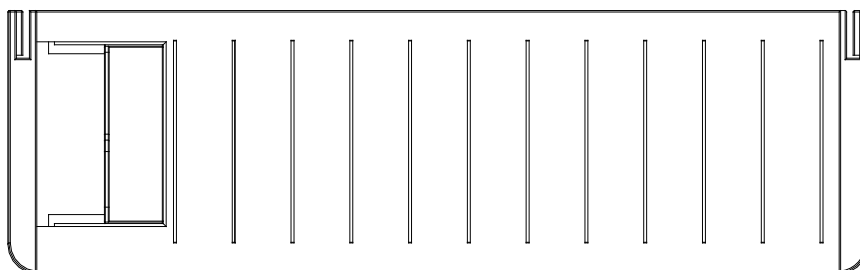

图 3-3 调整进纸基准边位
4. 将托纸板上档纸板调整至单页纸进纸边标记位，如图 3-3 所示。